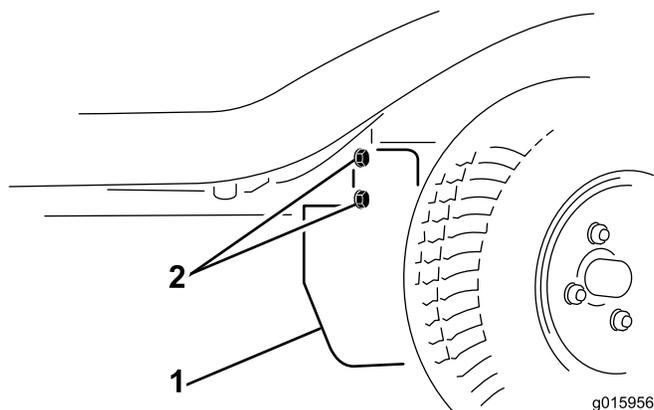

Figure 4
2. Prenez un protège-courroie arrière et insérez les crans situés sur le dessus de la plaque sous les têtes hexagonales des boulons, et serrez les boulons solidement (voir Figure 4).